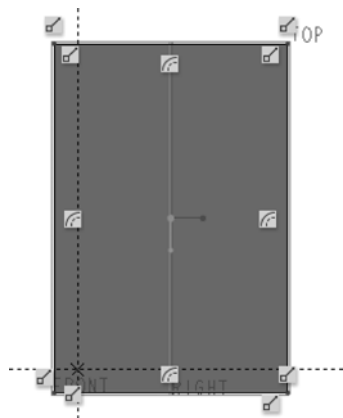

图 5-17 绘制填充区域
(1) 选中刚创建的一个通孔（小孔），在功能区的“模型”选项卡中单击“编辑”→（阵列）按钮，打开“阵列”选项卡。
(2) 从“阵列”选项卡的“阵列类型”下拉列表框中选择“填充”选项。
(3) 在“阵列”选项卡打开“参考”面板，单击“定义”按钮，弹出“草绘”对话框。选择 TOP 基准平面定义草绘平面，其他设置默认，单击“草绘”对话框的“草绘”按钮。
(4) 单击（投影）按钮，绘制图 5-17 所示的填充区域，单击（确定）按钮。